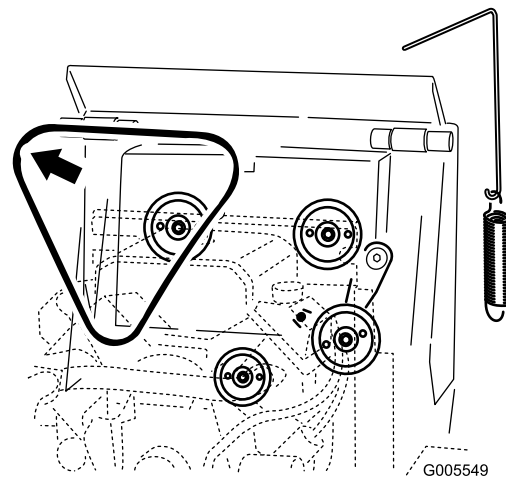

Figure 53
5. Déchaussez la courroie des 3 poulies (Figure 53).